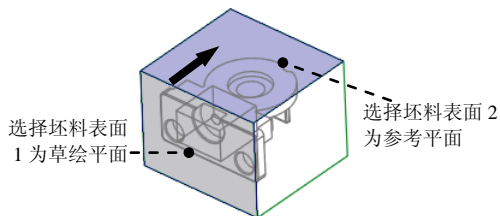

图 14.12 定义草绘平面
(1) 单击 **分型面** 功能选项卡 **形状** 区域中的  **拉伸** 按钮,此时系统弹出“拉伸”操控板。
(2) 定义草绘截面放置属性。右击,从系统弹出的菜单中选择 **定义内部草绘...** 命令;在系统  **选择一个平面或曲面以定义草绘平面** 的提示下,选取图 14.12 所示的坯料表面 1 为草绘平面,接受图 14.12 中默认的箭头方向为草绘视图方向,然后选取图 14.12 所示的坯料表面 2 为参考平面,方向为 **上**。然后单击 **草绘** 按钮。